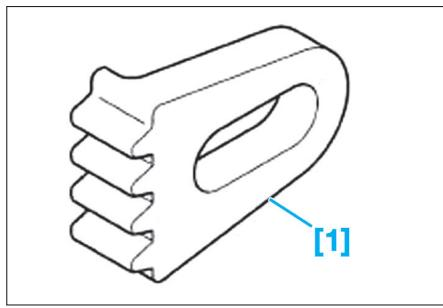

Fig. 1
- [1]. Secteur d'arrêt (outils Renault Mot. 582 ou Mot. 582-02) (Fig.1).